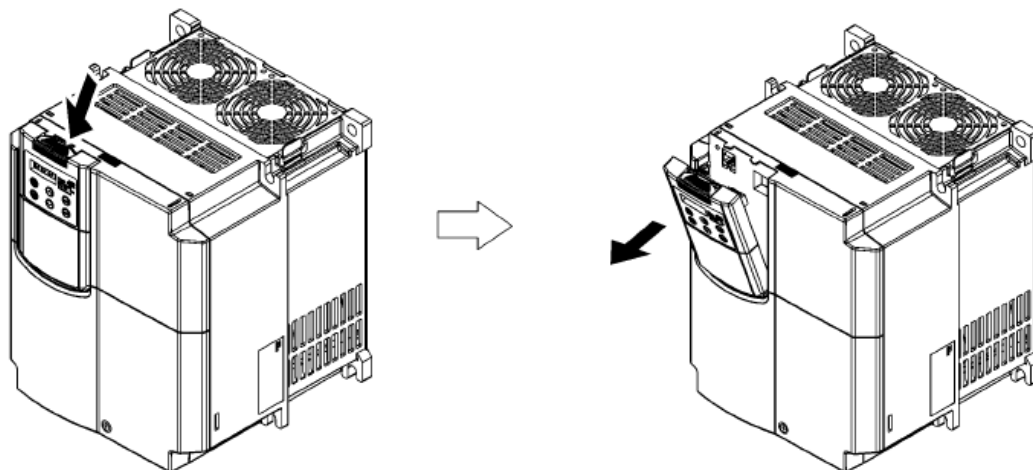
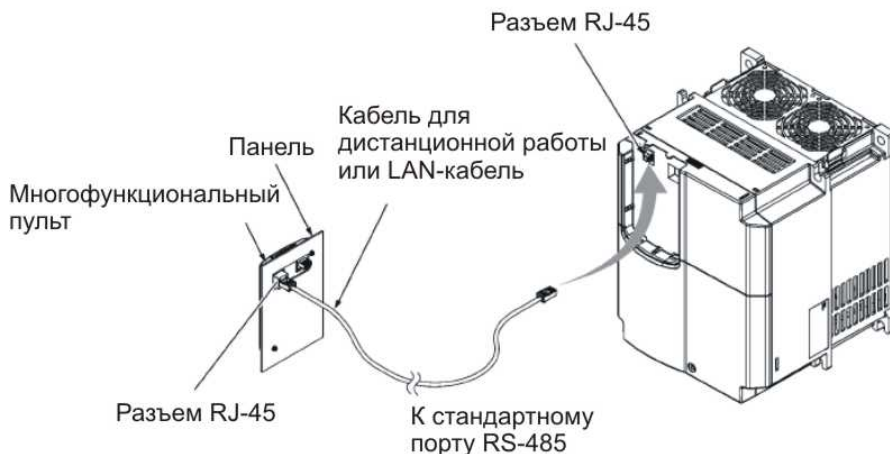

Рис. 2.4 Снятие пульта управления
Рис. 2.8 Подключение многофункционального пульта к инвертору с помощью дистанционного кабеля
(1) Если пульт установлен в инверторе, снимите его, нажав на зацеп вверху пульта и потянув пульт на себя, как показано на рис. 2.4.
(3) Если пульт установлен в инверторе, снимите его (см. Рис. 2.4) и, используя кабель для дистанционного управления или LAN-кабель, подключите многофункциональный пульт к инвертору (подключите кабель в RS-485 порт с разъемом RJ-45 на пульте и такой же разъем в инверторе) (См. Рис. 2.8).